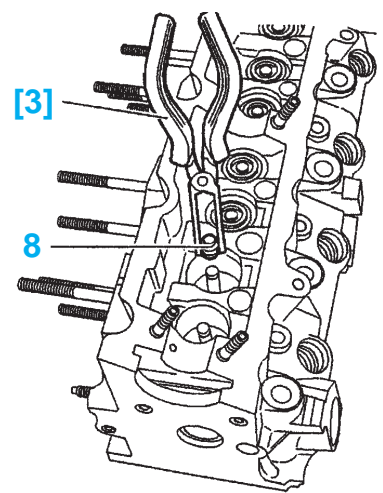

fig. Mot. 141
- Déposer les joints de queue de soupapes (8) à l'aide de l'outil [3] (-). **0170-Z** (fig. Mot. 141).